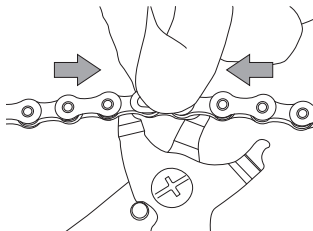

図13
- C-リンク™ の両側 (表側と裏側) を抑えながら、同時に工具を操作し、2つのピンを近付けます(図13)。